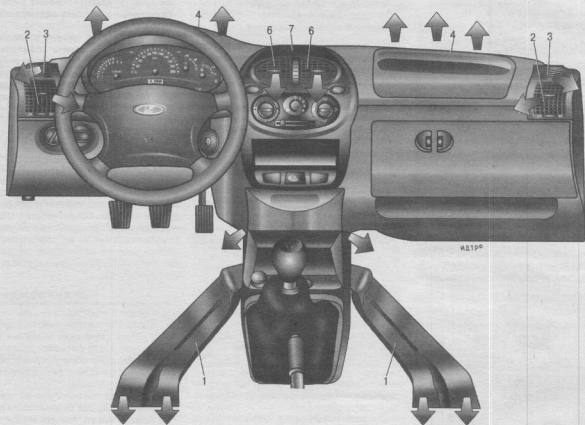

Рис. 1.11. Органы распределения потоков воздуха
Расположение органов распределения потоков воздуха показано на рис. 1.11, расположение органов управления отоплением и вентиляцией — на рис. 1.12.
3. Откройте сопла 2 и 6 (см. рис. 1.11), повернув рукоятку между центральными соплами вниз, рукоятку под левым боковым соплом вправо, а под правым боковым соплом влево.
1. Поверните против часовой стрелки до упора рукоятку регулятора 1 (см. рис. 1.11).
4. Откройте боковые 2 и центральные 6 сопла (см. рис. 1.11).